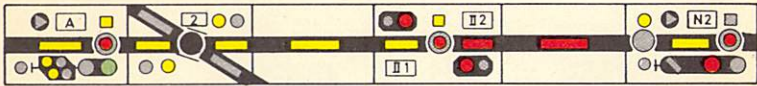

Bild 4
- (3) Wenn ein Teilabschnitt des Einfahrgleises besetzt ist, wird die Zugstraße durch Bedienen der Starttaste und der Zugstraßentaste des vor dem besetzten Abschnitt angeordneten Zugdeckungssignals eingestellt (Kurzeinfahrt). Dabei wird das Zugdeckungssignal von Kennlicht in Stellung Sh 0 gebracht und festgelegt (vgl. Bild 4).